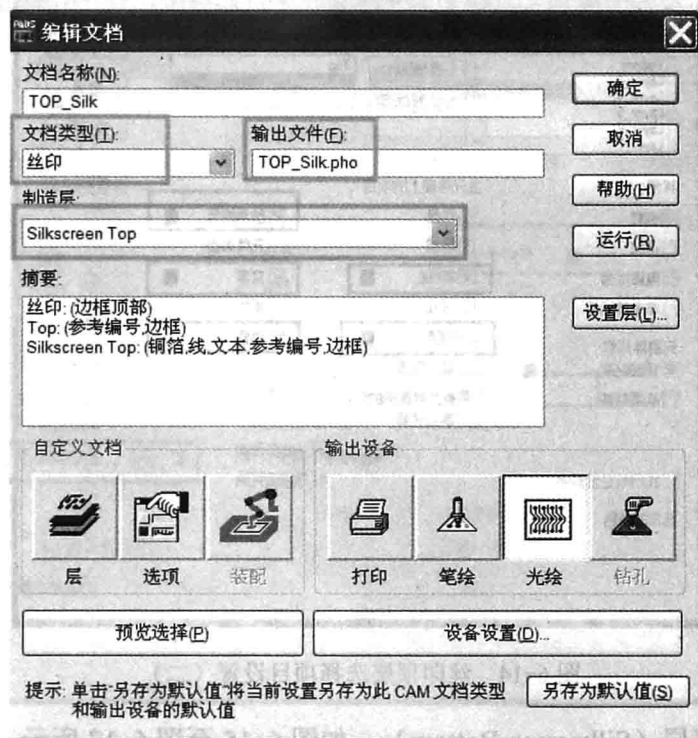
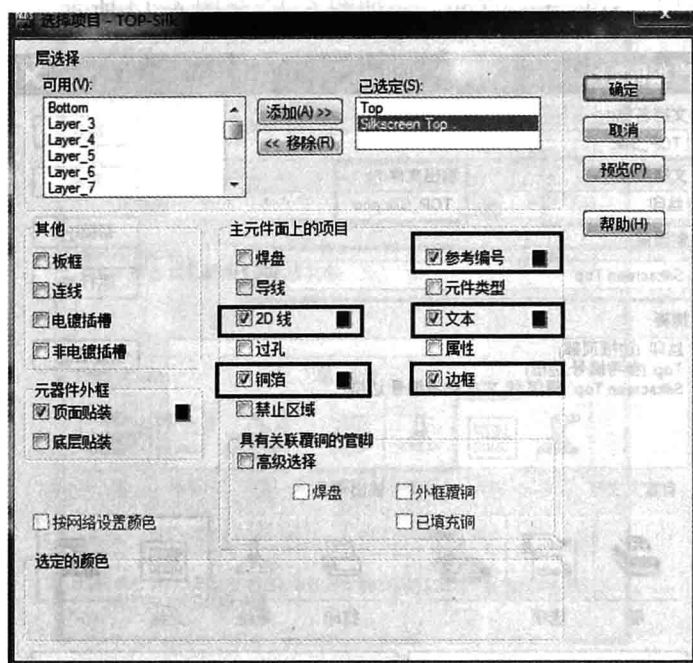

图 6-12 丝印顶层 CAM 文档设置
图 6-14 丝印顶层选择项目设置 (二)
(6) 设置丝印顶层 (Silkscreen Top), 如图 6-12 至图 6-14 所示。